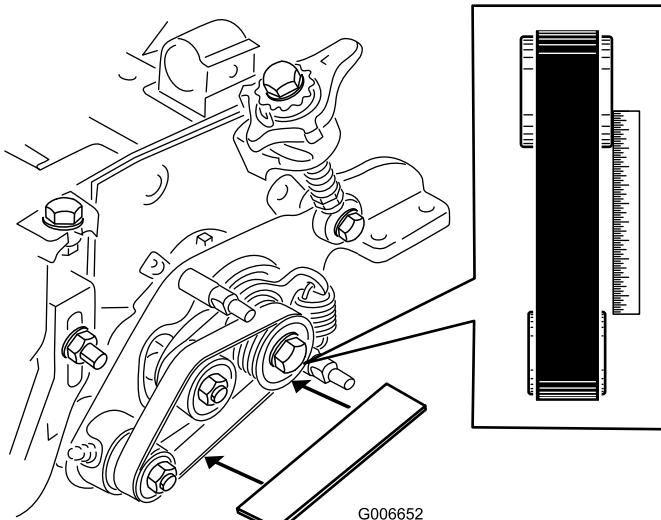

Bild 27
- Legen Sie eine Abziehplatte um die Außenseite der **Antriebsspannscheibe** (Bild 27).